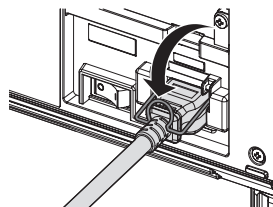

Abb. 3
- 3) **Senken Sie die Netz-kabelhalterung. (Abb. 3)**